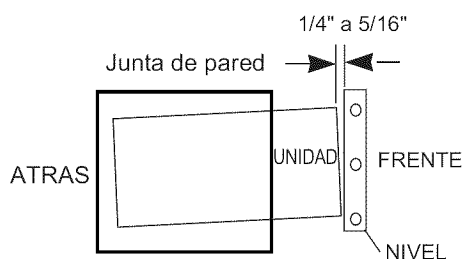

Fig.1
- Al completar la instalación la unidad de reemplazo DEBERÁ tener pendiente posterior como se indica en la Fig.1.